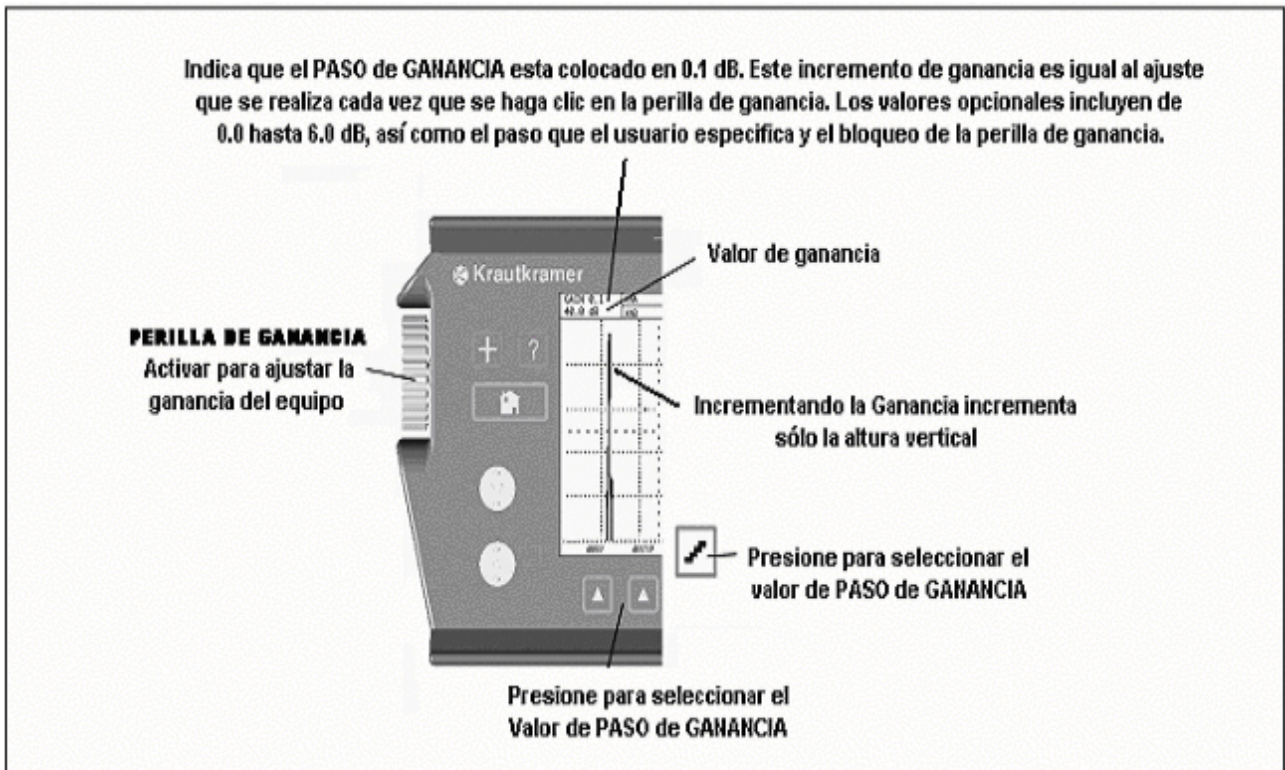

FIGURA 4-2 - Configuración de la ganancia en el equipo y capacidad de ajuste de la ganancia
La ganancia del equipo, la cual aumenta o disminuye la altura de la señal desplegada, es ajustada con la Perilla de Ganancia como se muestra en la Figura 4-2. La ganancia puede ajustarse estando en cualquier menú excepto cuando la función DB STEP este colocada la
Paso 3: Note que el valor de DB STEP (ajuste de ganancia), está identificado en la Figura 4-2, los cambios se realizarán mientras usted continúe presionando . Los incrementos disponibles incluyen: 0.1 dB, 0.5 dB, 1.0 dB, 2.0 dB, 6 dB y el que fue definido por el usuario (sí ya definió uno), y la opción BLOQ. Para especificar el valor del usuario, ver el siguiente procedimiento manual. Note que al colocar la opción BLOQ en la función DB STEP evita que en el equipo haya ajustes de ganancia y previene cualquier cambio que podría darse si utiliza la perilla de las Funciones. Note también que los valores de DB STEP pueden cambiarse desde el submenú GANANCIA, localizado en el menú EMIS/REC.